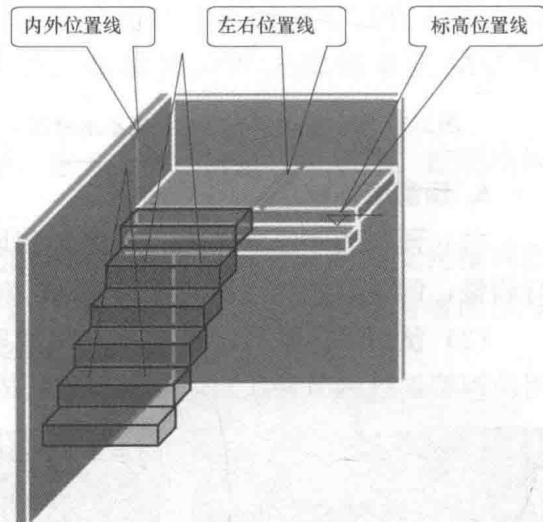

图 2-13 楼梯位置控制示意图
(2) 楼梯控制线：楼梯控制采用“三线控制法”（三线即标高位置线、内外控制线、左右位置线），在吊装楼梯前用内控点引出三条线来控制楼梯位置（图 2-13）。